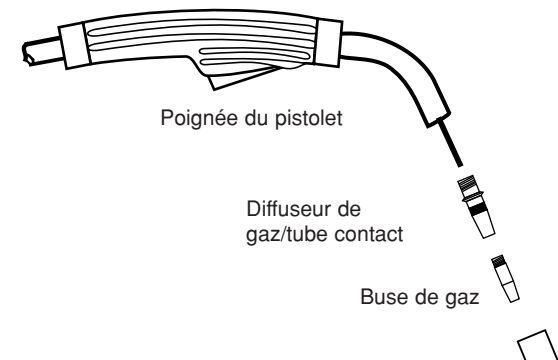

Figure B.5
7. Référez-vous à la figure B.5